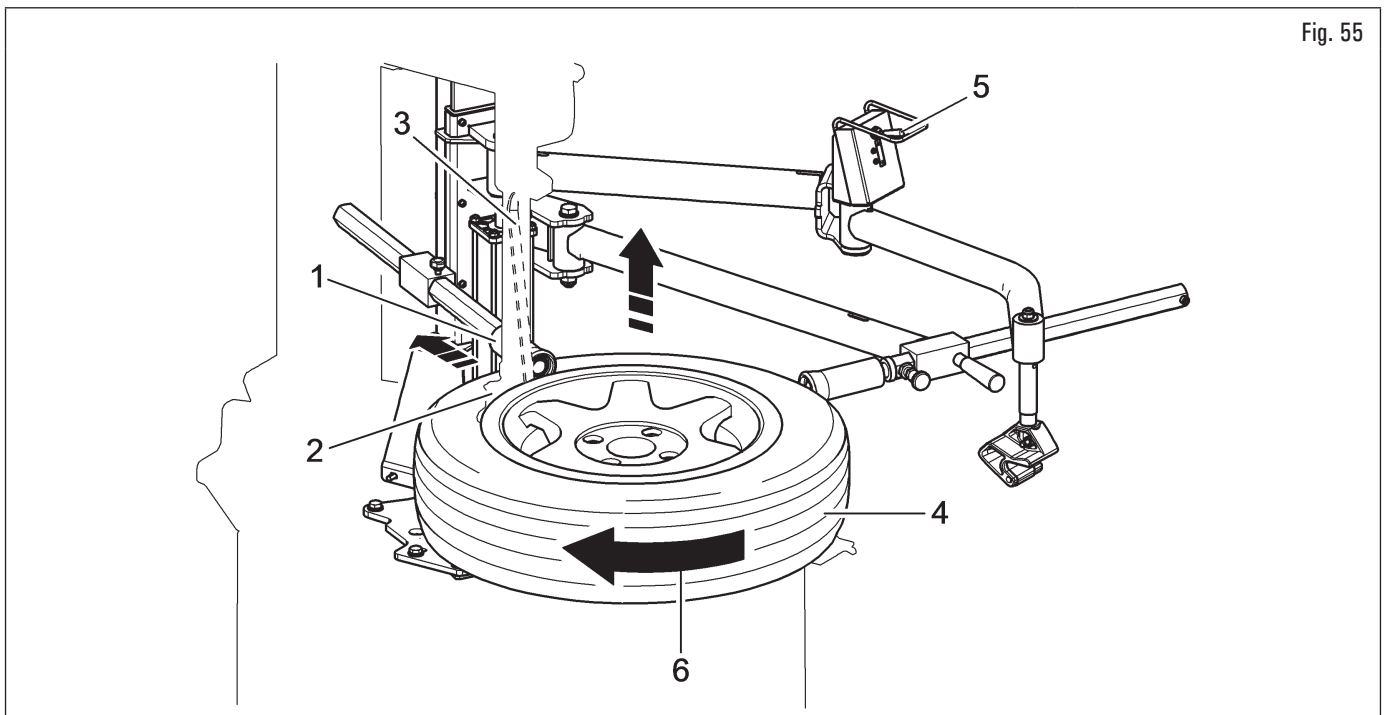

Fig. 55
2. introduire le levier lève-pneu (Fig. 55 réf. 3) entre le pneu (Fig. 55 réf. 4) et tête d'outil (Fig. 55 réf. 2) ;
3. soulever le dispositif en actionnant vers le haut le levier correspondant (Fig. 55 réf. 5) ; puis porter en arrière le rouleau (Fig. 55 réf. 1) afin d'éviter des interférences avec le pneu ;
4. charger le deuxième talon sur la tête outil au moyen du levier approprié (Fig. 55 réf. 3) ;
5. démonter le premier talon en tournant le mandrin dans le sens des aiguilles d'une montre (Fig. 55 réf. 6).